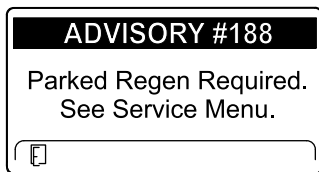

Figura 47
- Parked regeneration required (Es necesaria una regeneración con la máquina aparcada) ADVISORY #188 (Aviso n.º 188) (Figura 47)